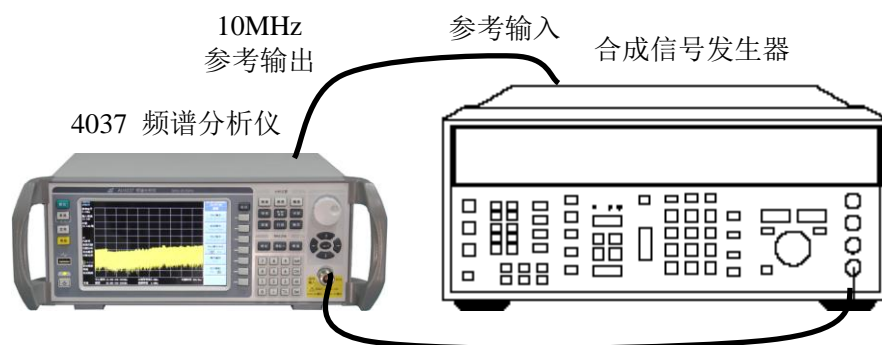

图 6-1 频率读出准确度/频率计数准确度测试设备连接
- 1) 如图 6-1 连接好测试设备,注意频谱分析仪 10MHz 时钟参考输出端口与合成信号发生器的参考输入端口相连。